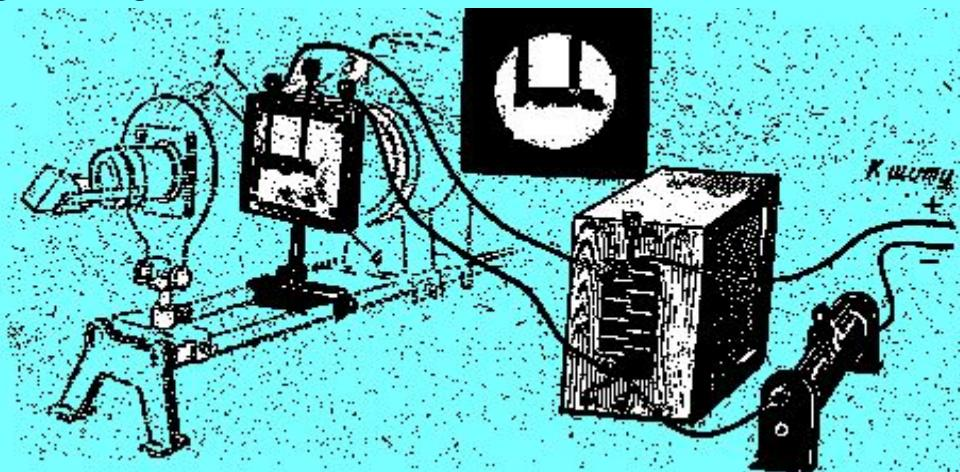

Рис. 12.4.
1. Собирают установку рис. 12.4.